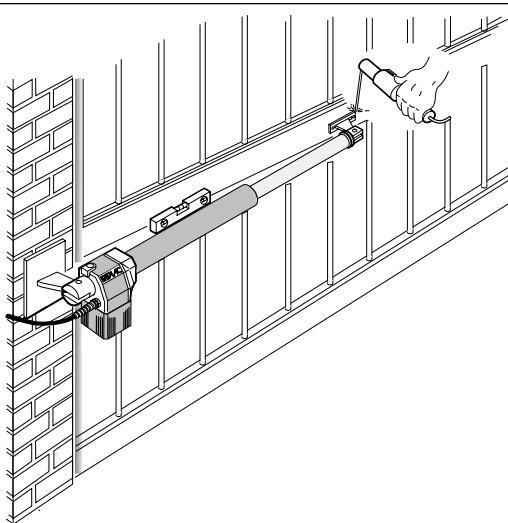

Fig. 7
- 8) Fermer le vantail et, tout en maintenant l'opérateur parfaitement horizontal, tracer sur le vantail l'emplacement de la patte d'attache avant (fig. 7).